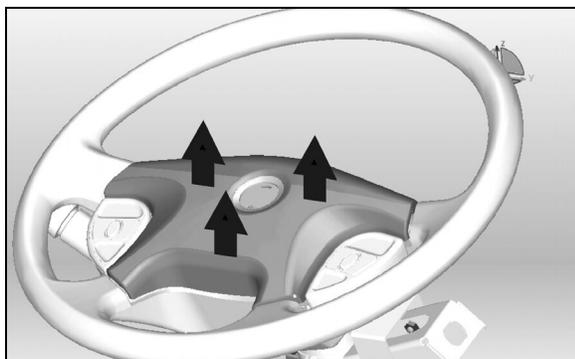

FIGURE 47 : ENLÈVEMENT DU COUVERT DE KLAXON
2. Tirer prudemment droit vers le haut sur le couvert du klaxon pour le détacher du volant de direction (Figure 47).